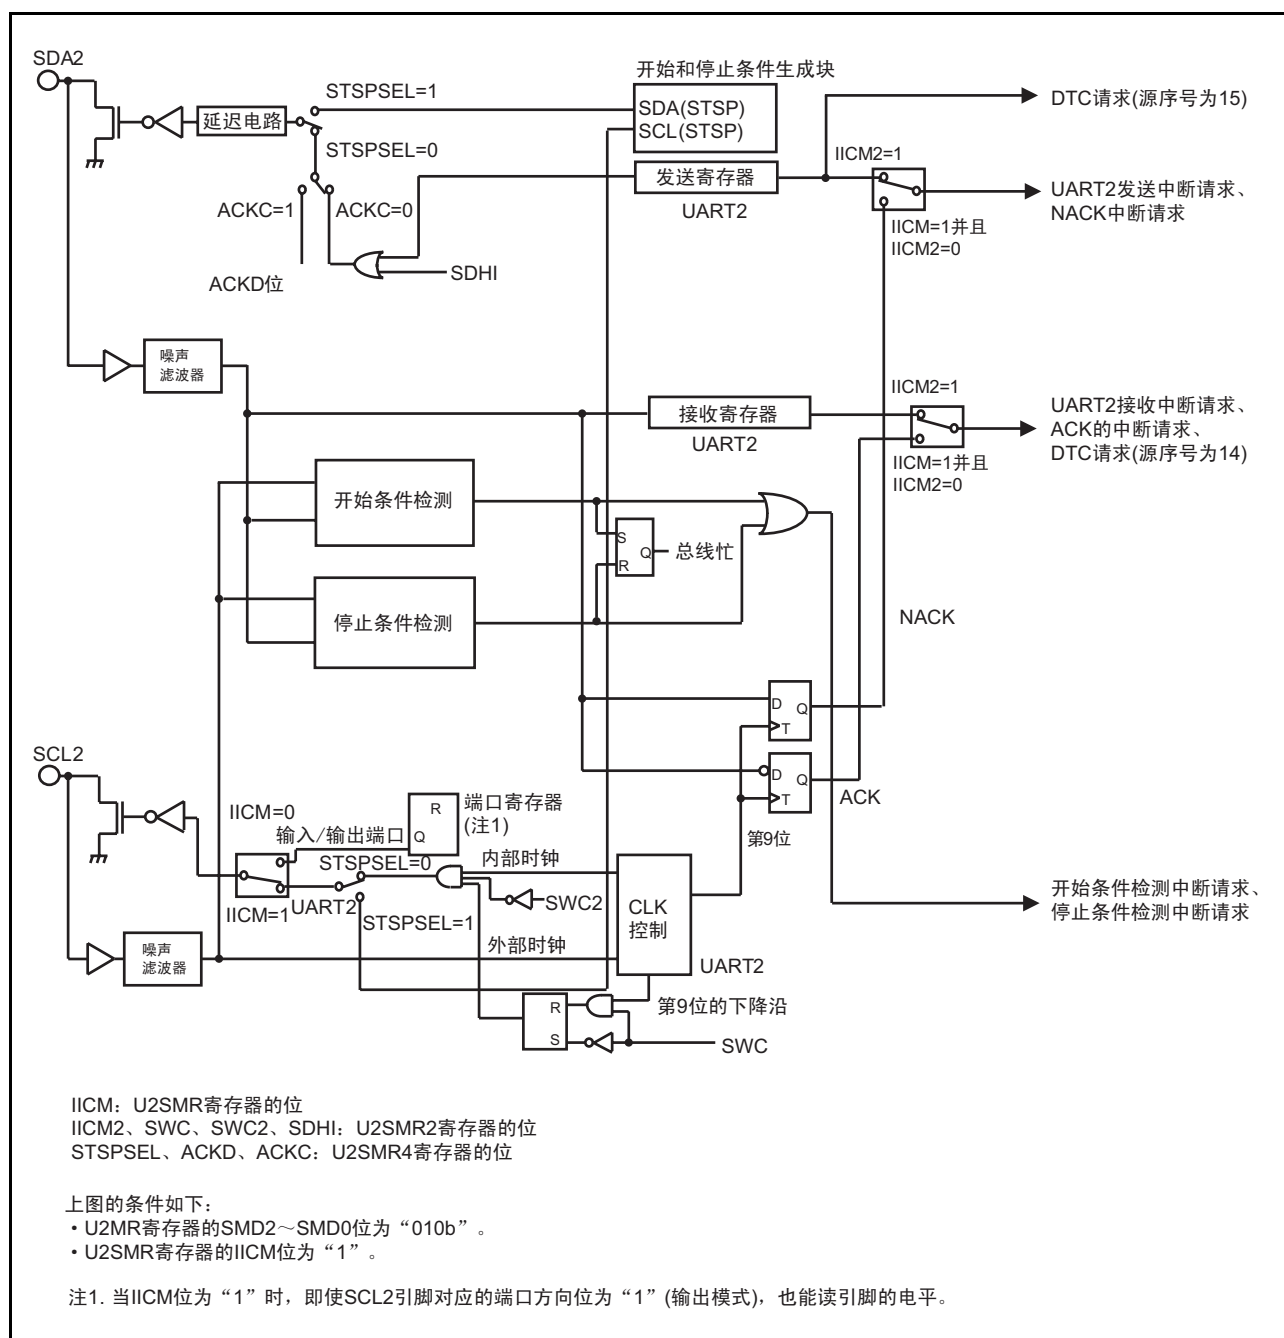
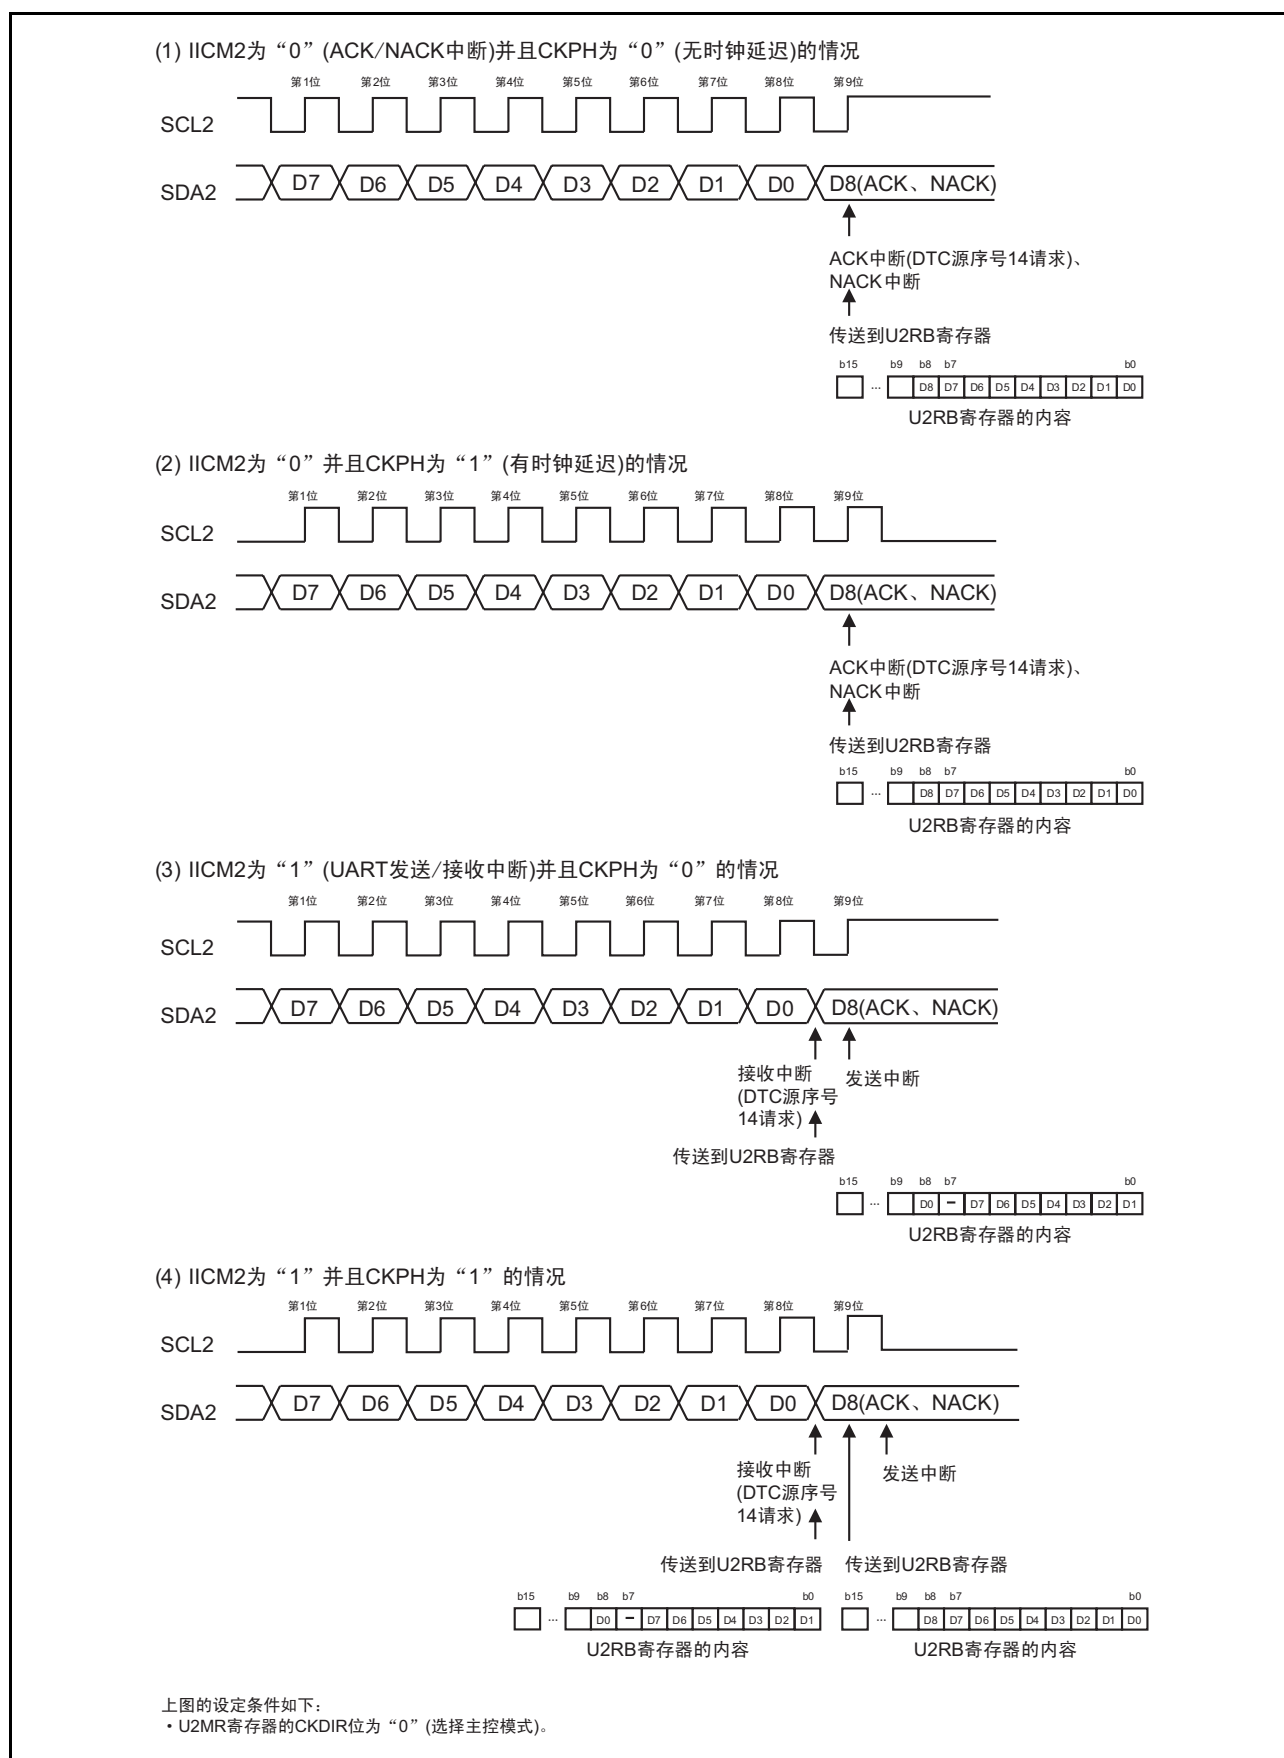

图 23.13 I²C 模式的框图
图 23.14 U2RB 寄存器的传送和中断时序
I²C 模式是对应简易型 I²C 接口的模式。I²C 模式的规格和 I²C 模式的各功能分别如表 23.9 和表 23.12 所示，I²C 模式中使用的寄存器及其设定值如表 23.10～表 23.11 所示，I²C 模式的框图如图 23.13 所示，U2RB 寄存器的传送和中断时序如图 23.14 所示。
- 注 6. 参照“图 23.14 U2RB 寄存器的传送和中断时序”。
通过如“图 23.14 U2RB 寄存器的传送和中断时序”所示的传送时钟进行发送和接收。